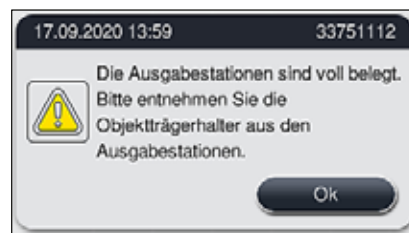

Abb. 88
- Spätestens wenn die Warnmeldung erfolgt, dass die Ausgabestation voll belegt ist (→ "Abb. 88"), muss die Ausgabeschublade geöffnet und die Objektträgerhalter entnommen werden. Bei Nichtbefolgung der Warnmeldung kann kein weiterer Objektträgerhalter in die Ausgabestationen transportiert werden. Es kann durch abweichende Schrittzeiten und Verzögerungen im Färbeprozess zu veränderten, evtl. nicht auswertbaren, Färbergebnissen kommen.